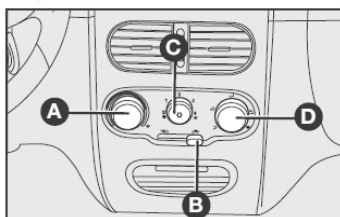

fig. 68
CONTROLES - fig. 68
- 1) Control para la temperatura del aire A-fig. 68 totalmente localizado a la izquierda.
- 2) Palanca del ventilador C-fig. 68: localizado en la velocidad máxima.
- 3) Control para la distribución del aire D-fig. 68 indicador en \nearrow , para controlar que todas las salidas de aire estén abiertas.
4) Conecte el aire acondicionado abriendo el selector C-fig. 68.
El aire acondicionado es muy útil para acelerar el desempañamiento porque deshumecece el aire. Es suficiente ajustar los controles para la función de desempañamiento, y activar el aire acondicionado, presionando el botón C-fig. 68.
- 1) Botón del aire conectado C-fig. 68.